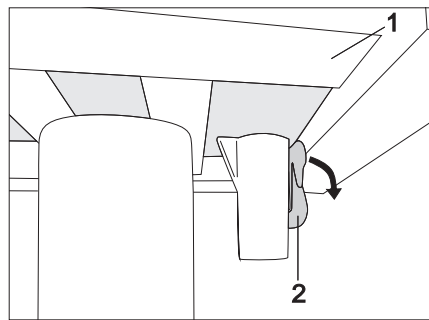

Bild 79 Arretierung Einsäulentisch (verriegelt)
- Arretierhebel (Bild 79,2) nach unten drücken.
- Tischplatte (Bild 79,1) in die gewünschte Position verschieben.
- Arretierhebel (Bild 79,2) wieder nach oben drücken.